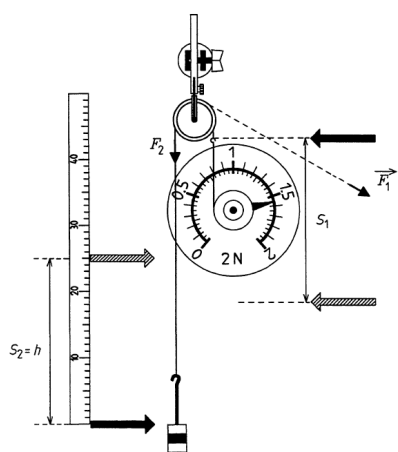

Fig. 2: Montaje experimental
Pegar la báscula en la placa de demostración de la izquierda y, junto a ella, en el borde superior, colocar el manguito en el imán con el mango y el rodillo (Fig.2).
- Desplazar el dinamómetro lenta y uniformemente hacia arriba (hasta la posición indicada en la fig. 2) y medir la fuerza  $F$  necesaria para realizar el trabajo de elevación del plato de pesas; anotar  $F$  (2).
- Colocar una cuerda de unos 50 cm de longitud con lazos en sus extremos sobre la polea, enganchar el plato de pesas cargado y la cuerda de tracción del dinamómetro en los lazos (cf. Fig. 2); anotar la fuerza  $F_1$  que se requiere cuando el rodillo está en equilibrio, y la afirmación a este efecto (3)
- Marcar la posición actual del gancho en la cuerda de tracción del dinamómetro con la cuarta flecha (punteada en la fig. 2); medir y anotar la distancia.  $s_1$  que, utilizando el poder  $F_1$  fue devuelto (4)
- Bajar y subir el plato de pesas una y otra vez, pero deje el  $\vec{F}_1$  en otra dirección (ver la dirección indicada en la Fig. 2) y observar el dinamómetro; si es necesario, repetir el proceso varias veces y anotar la observación (5).